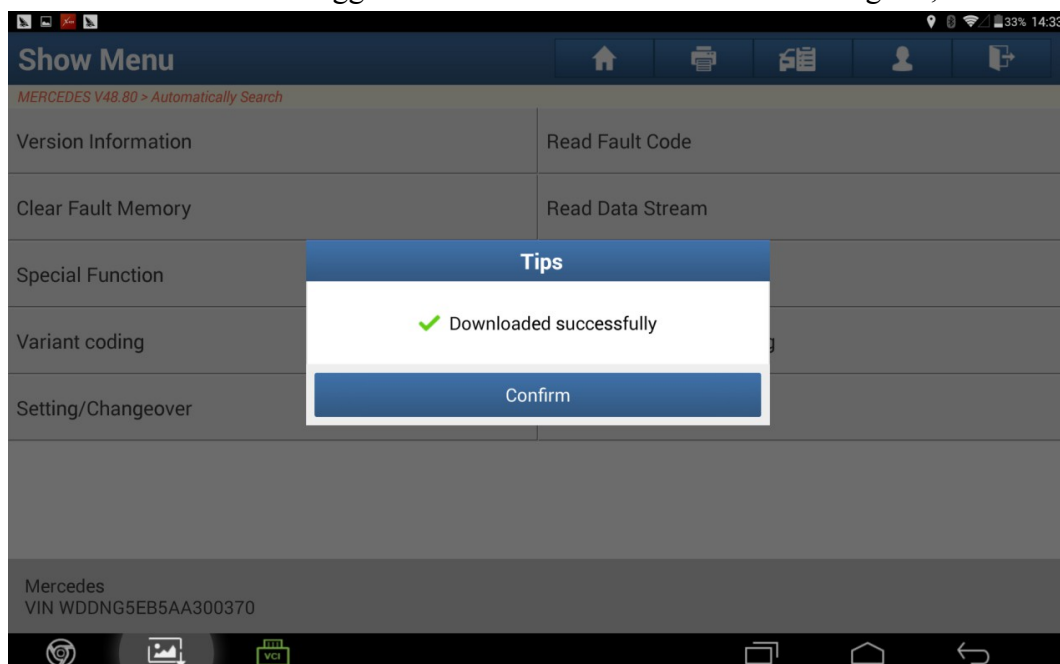

Fig. 21
21. Verrà mostrato il messaggio "Scaricato correttamente". Vedere Fig. 21;